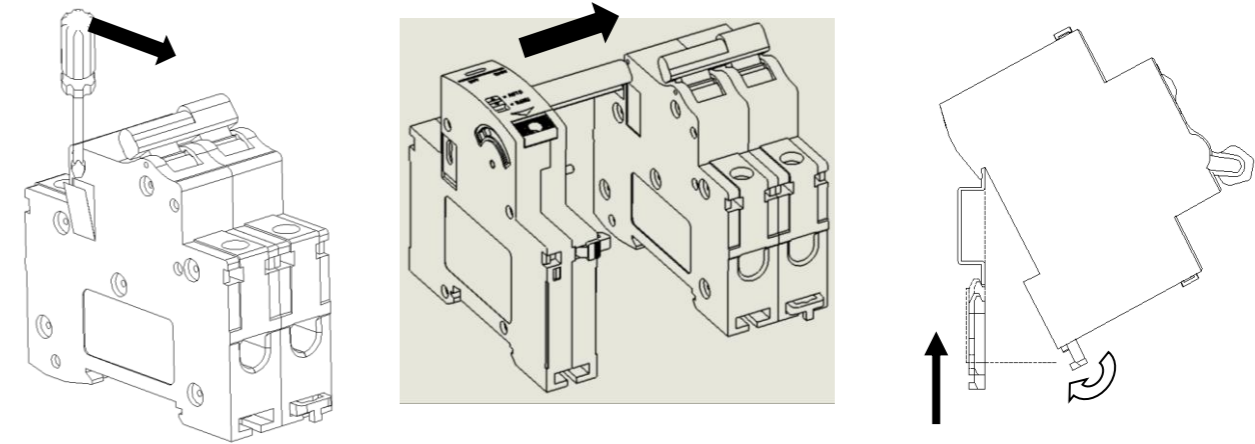

图3-安装方式
- 1、安装在条架上后使锁定扣推入(如图3), 反之要在条架上拆下产品前需先将锁定扣拉出;
- 8、开关处于合闸状态下, 手柄横向插入断路器的把手内(如图3), 用于控制断路器的分、合闸;